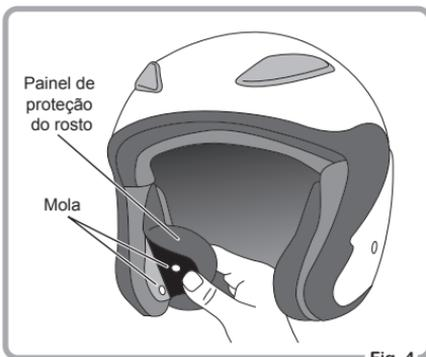

Fig. 4
- 3 Aperte as 2 molas para concluir a afixação dos painéis. Siga os mesmos passos no outro lado, como se mostra na Fig.4.